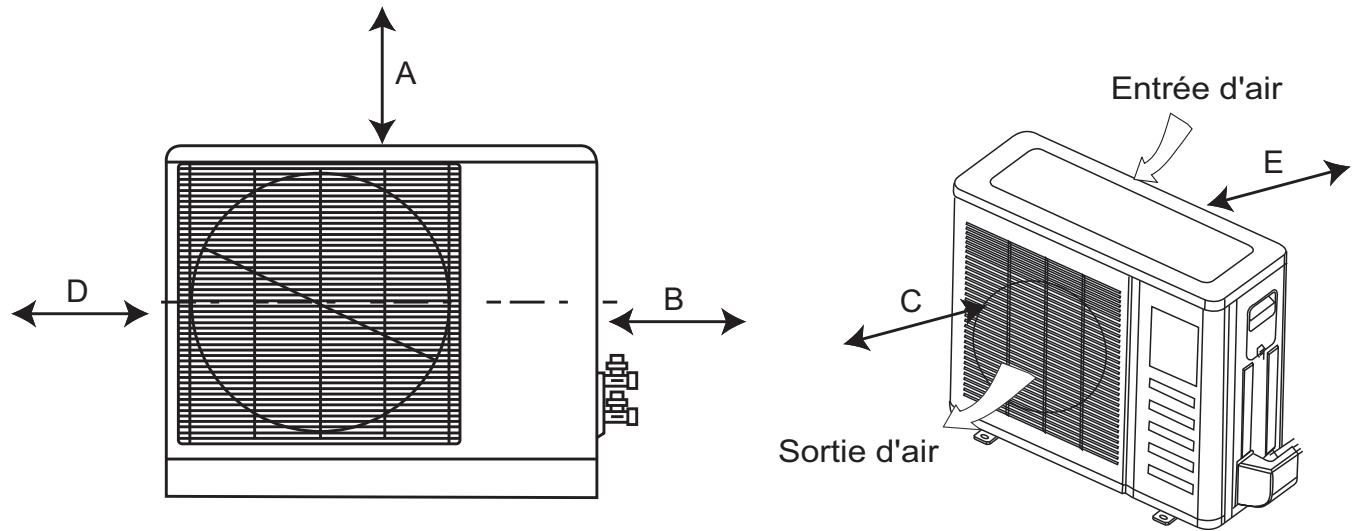

Figure 6 – Dégagement de l'appareil extérieur
Laissez suffisamment d'espace pour permettre la circulation d'air et l'entretien de l'appareil. Voir fig. 6 pour connaître les distances minimales requises entre l'appareil et les murs ou les plafonds.
- Emplacement qui fournit les dégagements appropriés (voir fig. 6).